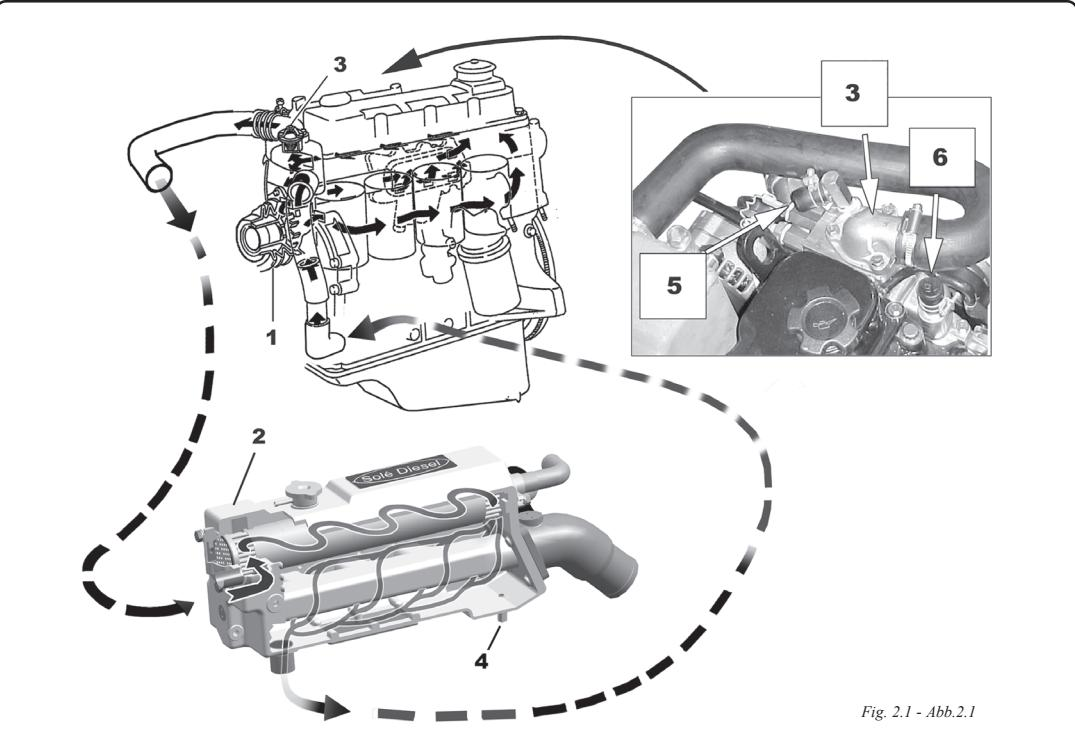

Fig. 2.1 - Abb.2.1
2.2.1 CIRCUITO DE REFRIGERACIÓN “AGUA DULCE” (Fig. 2.1)
2.2.1 “FRESHWATER” COOLING CIRCUIT (Fig. 2.1)
2.2.1 CIRCUIT DE REFROIDISSEMENT “EAU DOUCE” (Fig. 2.1)
2.2.1 CIRCUITO DI REFRIGERAZIONE “ACQUA DOLCE” (Fig. 2.1)
2.2.1 KÜHLWASSERKREISLAUF "SÜßWASSER" (Abb. 2.1)